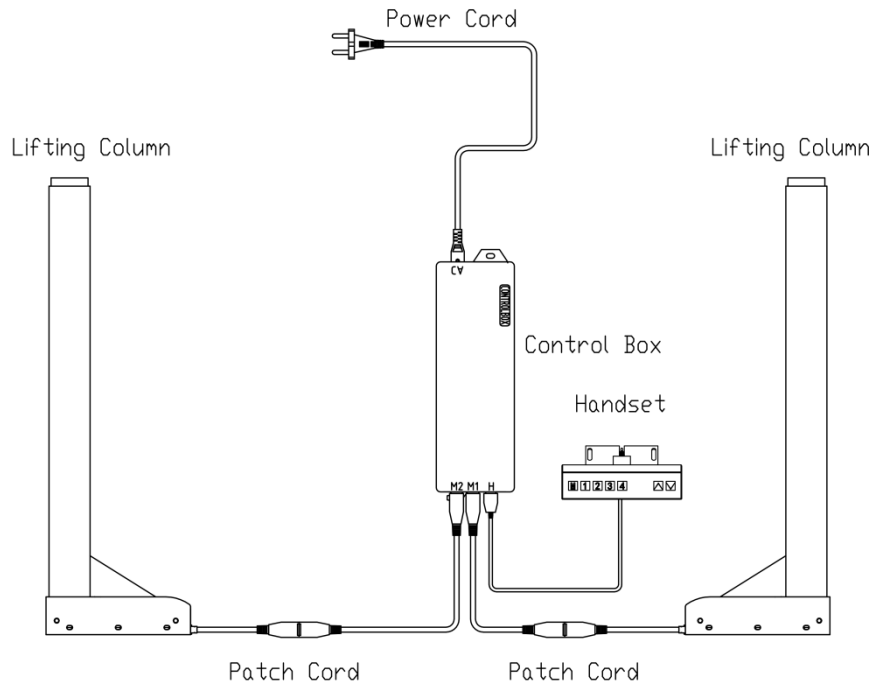

Abbildung 1
3.1 Verbinden Sie die Kontrollbox, die Steuerungseinheit, das Netzkabel, die Hebesäulen und die Patchkabel wie abgebildet miteinander (Abbildung 1).